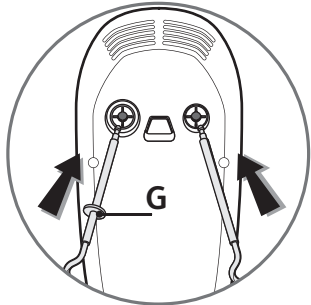

fig.1
- Introduisez les tiges de chaque fouet (B ou F) et malaxeur (D) dans les orifices prévus à cet effet et
verrouillez. **Les fouets et les malaxeurs ont une forme spécifique, le malaxeur ou le fouet avec le détrompeur (G) doit être mis à gauche, dans l'orifice le plus gros (Fig.1).**
• Utilisation sur le socle (H) : (Selon Modèle)
- Introduisez les tiges de chaque fouet (C) ou malaxeur (E) dans les orifices prévus à cet effet et verrouillez. **Les fouets et les malaxeurs ont une forme spécifique, le malaxeur ou le fouet avec le détrompeur (G) doit être mis à gauche, dans l'orifice le plus gros (Fig.1).**
- Placez le socle (H) sur le plan de travail :